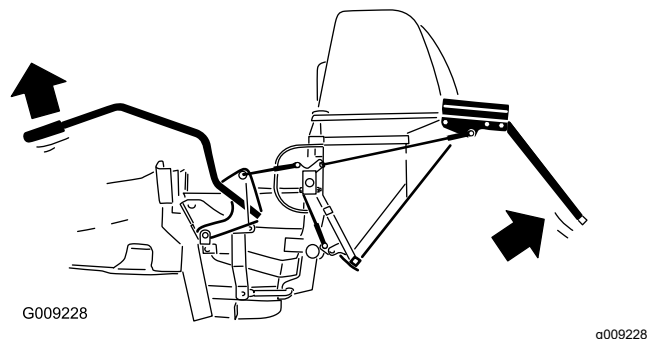

Figure 39
3. Abaissez la poignée pour fermer la trappe (Figure 39).